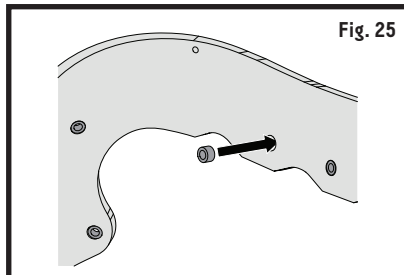

Fig. 25
1. Installez les entretoises dans les trous des palettes. (Fig. 25 et 26).